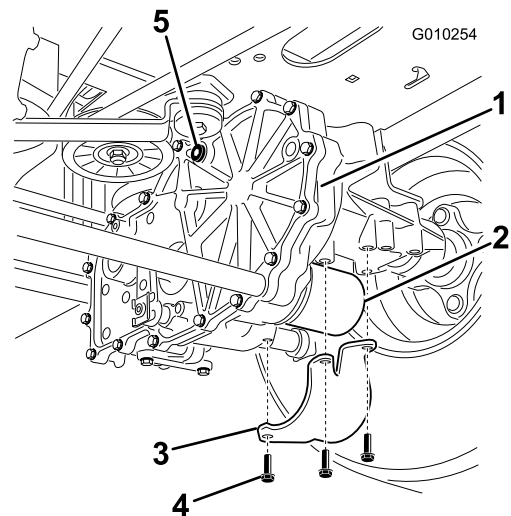

Figure 65
2. Écrou (5/16") (2)
7. Localisez le filtre et les protections sur chaque transmission à boîte-pont (Figure 65).
8. Enlevez les 3 vis qui fixent la protection du filtre et déposez la protection (Figure 65).
4. Reposez la protection de chaque filtre à son emplacement d'origine (Figure 65).
5. Fixez les protections des filtres avec les 3 vis (Figure 65).
3. Remettez le bouchon d'aération en place (Figure 65).